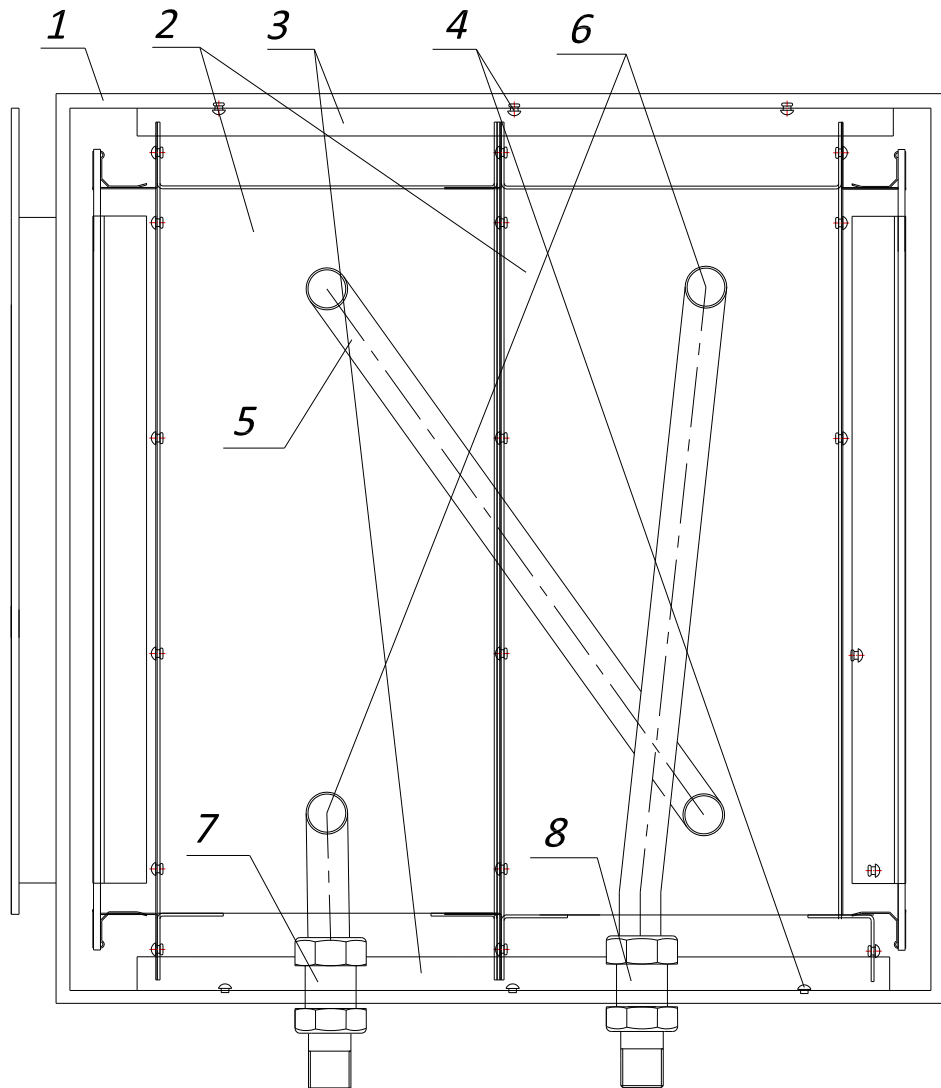

Рис. 6. Модуль охлаждения Дымофильтра:
- b. Открутить крепёжные винты (Рис.6, поз.4) верхнего и нижнего уголков (Рис. 6, поз.3) фиксирующих МО (Рис. 6, поз.2) в блоке (Рис. 6, поз.1);
- c. Отсоединить гофрированную трубу (Рис. 6, поз.5) от соединений (Рис.6, поз.7 и 8);
- d. Извлечь МО (Рис. 6, поз.2) из блока водяного охлаждения (Рис. 6, поз.1);